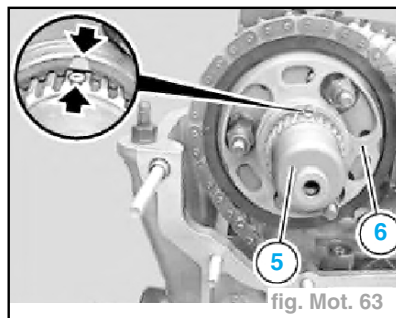

fig. Mot. 63
- Mettre en place le manchon (**6**) et le mettre au repère. (fig. Mot. 63)
- Insérer l'arbre (**5**) sur le manchon (**6**). (fig. Mot. 63)